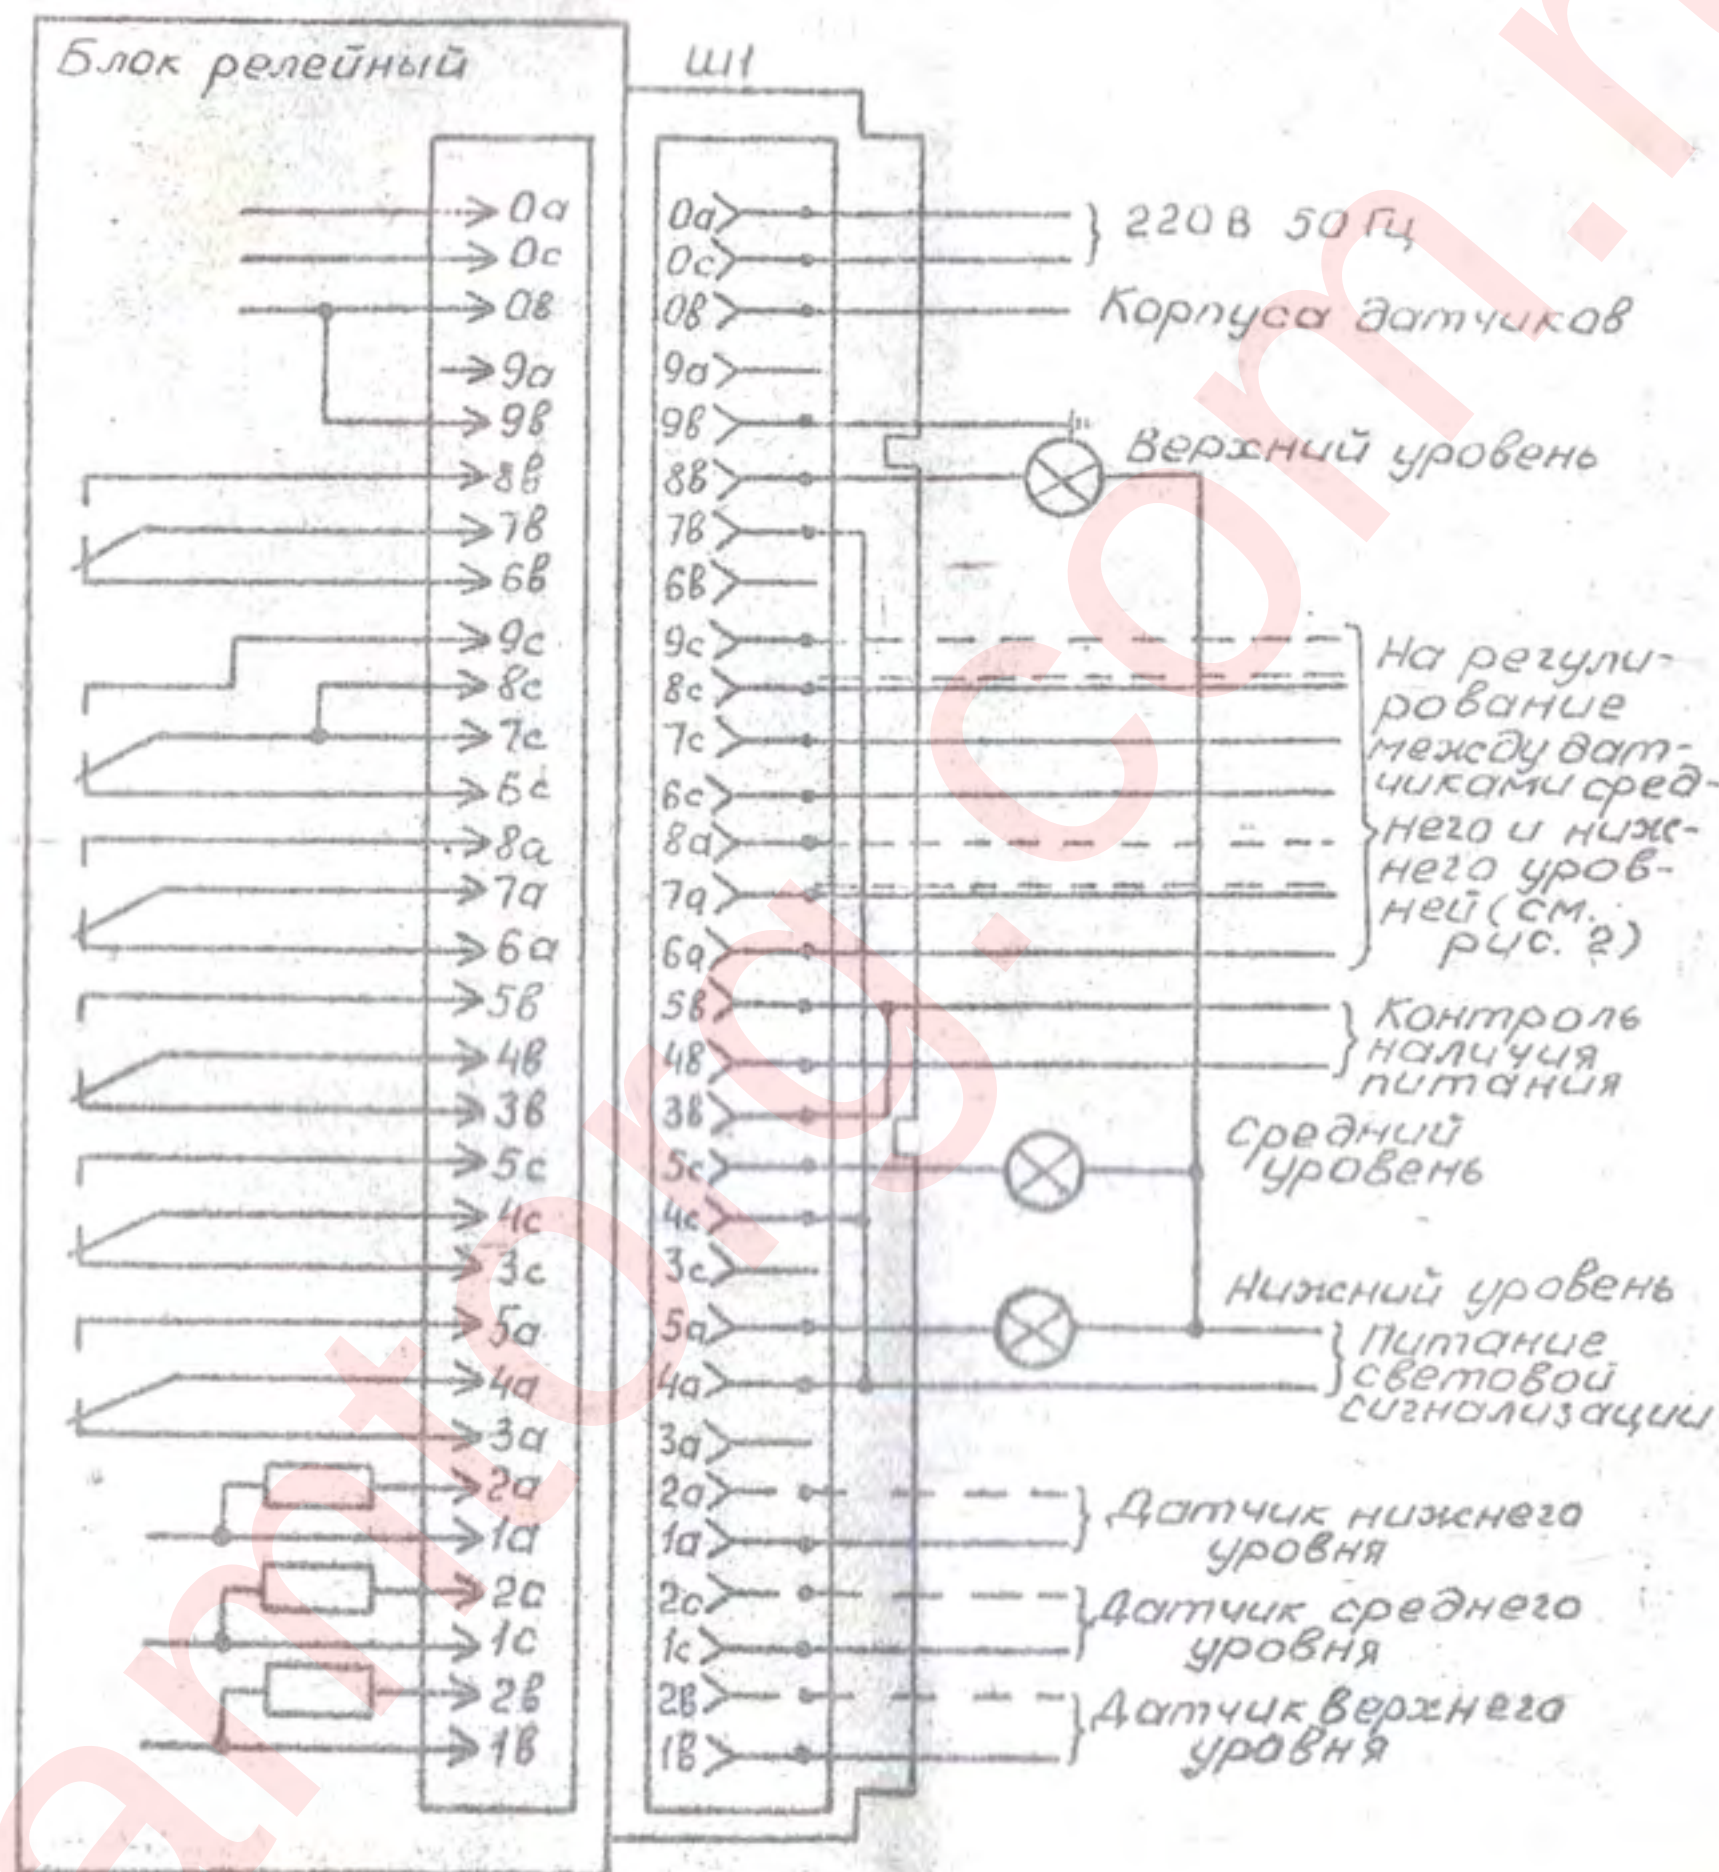

Рис. 3
– с тремя датчиками в качестве трех сигнализаторов уровней с одновременной выдачей релейных сигналов (рис. 3).